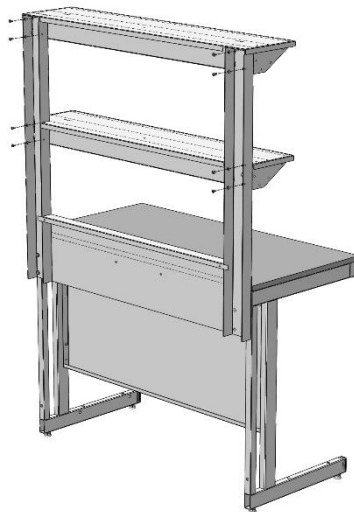

Рис. 4. Фиксация полок надстройки
- 6.6. Зафиксировать полку надстройки сзади используя винты М6х12 мм и шайбы 6 (Рис. 4).